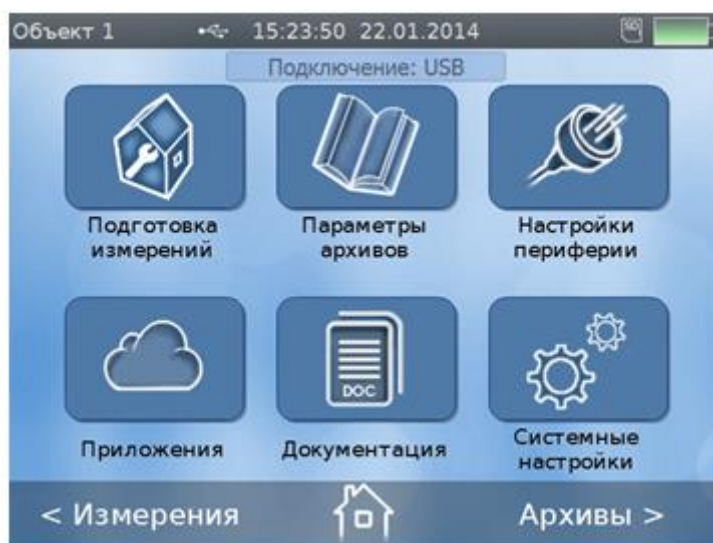

Рис.4. Основное меню расходомера.
3.1.1. Для управления расходомером с клавиатуры используется многоуровневая система меню, состоящая из основного меню (рис.4), подменю, команд и параметров, наименования которых сгруппированы в списки.
- 3.3.1. Для ввода цифровых или списочных параметров возможно использование функции «in-touch» дисплея. Для входа в какое-либо подменю из основного меню достаточно прикоснуться пальцем к соответствующей иконке на дисплее (см. рис.4).
- 4.1. Для включения расходомера необходимо нажать и несколько секунд удерживать кнопку . Прибор входит в режим самотестирования, на дисплее индицируется заставка (см. рис.12). По окончании самотестирования на дисплей выводится основное меню (см.рис.4).